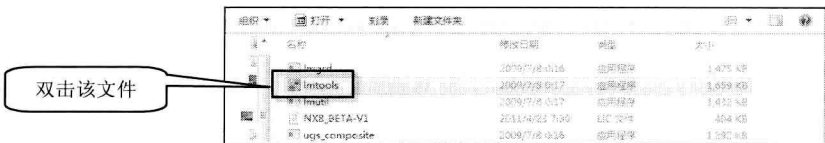

图 1-4 打开 Imtools 文件
**Step 04** 在同一个文件夹内，双击打开 Imtools 文件，如图 1-4 所示。